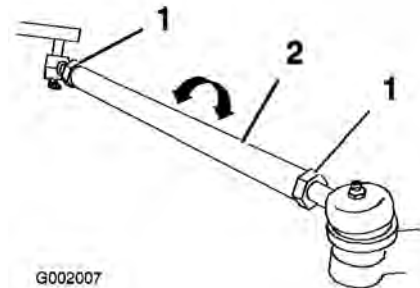

図 56
5. 前後の測定値の差が所定範囲にない場合、タイロッド両端のジャムナットを外して調整を行う（図 56）。